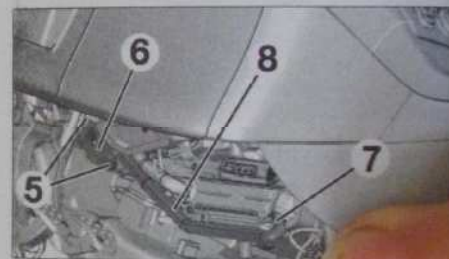

Fig. 35
- les 2 vis (5) (Fig. 35),
- la platine de fixation des tuyaux (6),
- les agrafes (7).
- Ecarter le tuyau (8) du radiateur de chauffage.